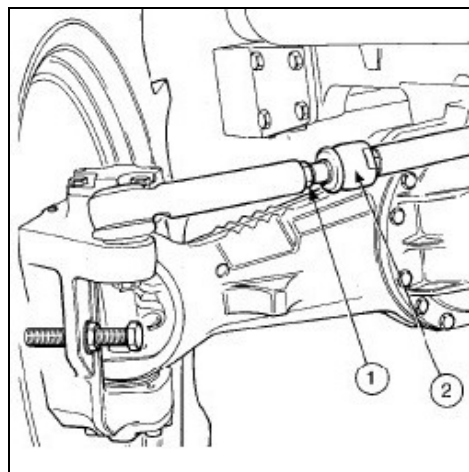

Fig. 126
1. Afloje la tuerca de traba (1) en la varilla de acoplamiento de un solo lado.
2. Gire la junta de dirección interior (2) para aumentar o disminuir la longitud de la varilla de acoplamiento y obtener el ajuste correcto (Fig. 126).